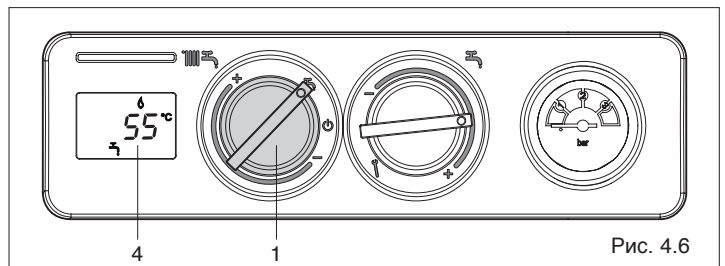

Рис. 4.6
- **Режим «Зима»:** установите переключатель режимов работы (1, Рис. 4.5) внутри зоны, обозначенной знаками + и - если вы хотите, чтобы котёл работал на отопление и на ГВС. Приоритет будет у функции ГВС. При запросе горячей воды на дисплее (4, Рис. 4.5) отобразится температура воды в бойлере, значок работы в режиме ГВС  и значок пламени . При запросе тепла для отопления котёл включится, на дисплее (4, Рис. 4.6) отобразится температура воды в котле,
- **Режим «Лето»:** при повороте переключателя на символ  (1, Рис. 4.6) включится летний режим работы котла (только ГВС). Котёл будет находиться в режиме ожидания до тех пор, пока не поступит запрос на нагрев воды в бойлере, тогда горелка разожжётся, а на дисплее (4, Рис. 4.6) отобразится температура воды в бойлере, значок работы в режиме ГВС  и значок пламени . Котёл будет работать до тех пор, пока не будет достигнута заданная температура в бойлере. После этого он снова перейдёт в режим ожидания "stand-by".